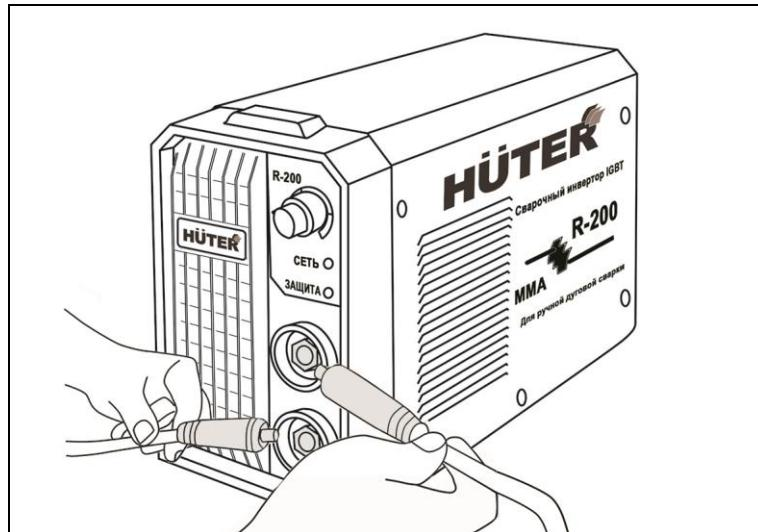

Рис. 3. Подключение кабелей
- При завершении шва отведите электрод немножко назад, чтобы заполнилась сварочная ванна, а затем переместите электрод на верхний край сварочной ванны и быстро отведите от кратера (Рис 4 (рис.3)).